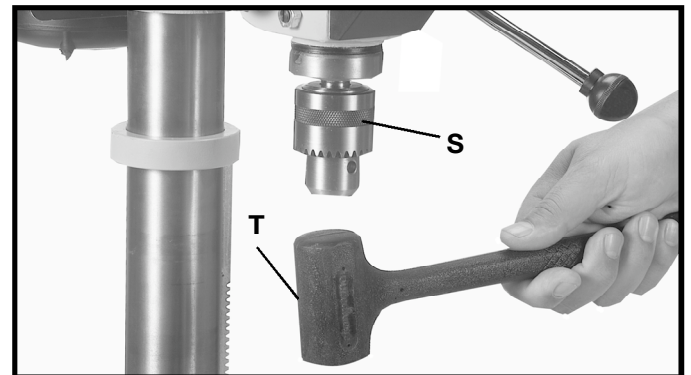

Fig. 16
11. **IMPORTANT**: ouvrir les mâchoires du mandrin autant que possible en tournant le manchon du mandrin (S, fig. 16).
12. Tenir le mandrin sur le bout conique de la broche et frapper avec un marteau-caoutchouc (T), ou un bloc de bois et un marteau, pour fixer le mandrin, comme indiqué à la figure 16. **IMPORTANT** : pour empêcher tout dommage au mandrin, **NE JAMAIS** enfoncer le mandrin sur la broche à l'aide d'un marteau en métal.